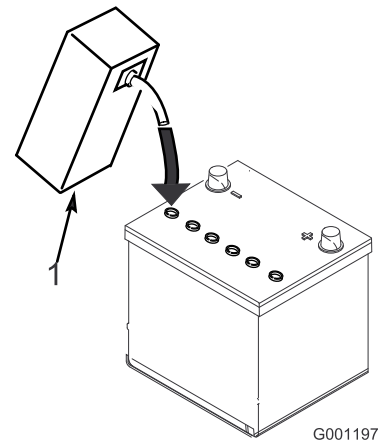

Figure 4
3. Versez de l'électrolyte avec précaution dans chaque élément jusqu'à ce que les plaques soient recouvertes d'environ 6 mm de liquide (Figure 4).
4. Attendez environ 20 à 30 minutes pour que les plaques aient le temps de s'imprégner d'électrolyte. Faites l'appoint au besoin pour que le niveau de liquide monte à 6 mm en dessous du creux de remplissage (Figure 4).